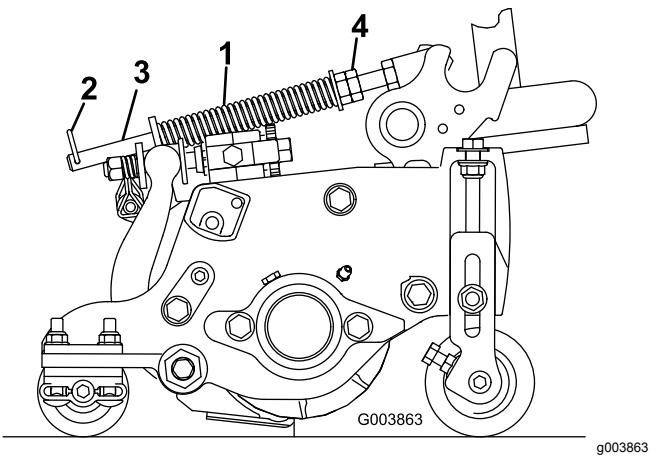

図15
ターフ補正スプリング図15は、前ローラから後ローラへと、カッティングユニットの体重移動を行います。これによりユニットを安定させ、いわゆる「波打ったような」仕上がりボビングとかマーセリングといわれる現象を防いでいます。
- ヘアピンコッターがスプリングロッドの後の穴に差し込まれていることを必ず確認してください図15。